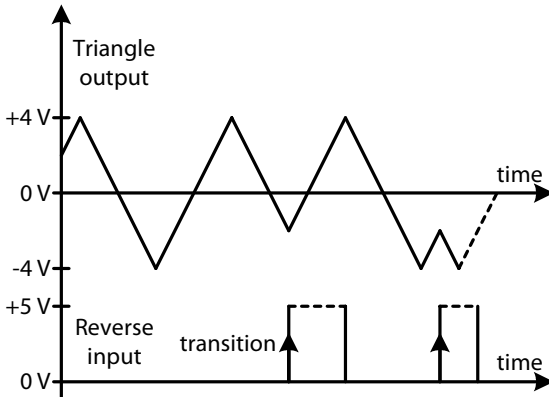

Abb. 8 Reverse Funktion
Zum Schluss sei noch auf die Reverse Funktion hingewiesen. Sie entspricht einem Softsync bei dem mit einem 0 V -> +5 V **Übergang** an **Buchse (13)** die Verlaufsrichtung des Dreiecksignals einmalig umgekehrt wird. **Abb. 8** zeigt wie.